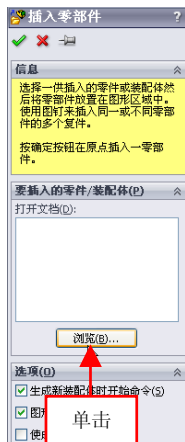

图 10-3 单击【浏览】按钮
(3) 弹出【插入零部件】属性管理器，单击【浏览】按钮，如图 10-3 所示。